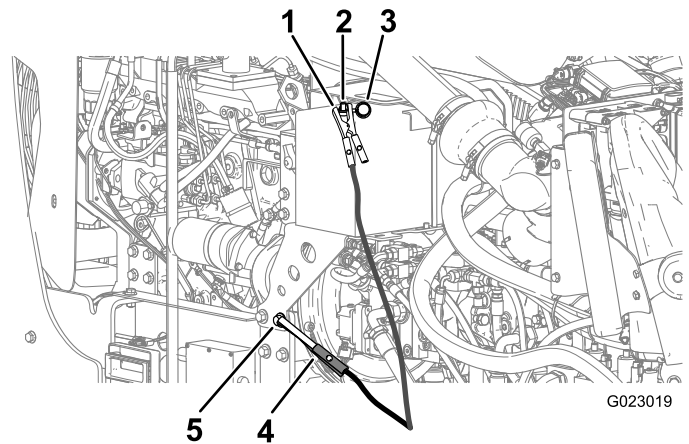

Figure 94
- Retirez le capuchon de la borne positive de la batterie déchargée (Figure 94)
- Branchez le câble de démarrage positif (+) à la borne positive (Figure 94).
- Branchez le câble de démarrage négatif (-) à un point de masse, tel un boulon non peint ou un élément du châssis (Figure 94).
- Lorsque le moteur démarre, demandez à l'autre personne de débrancher le câble de démarrage négatif (-) du châssis, puis de débrancher le câble de démarrage positif (+) (Figure 94).